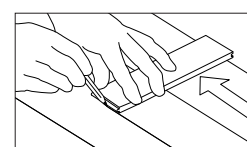

Figura 13
- Tabla de sacrificio:** Si la pared no está derecha, corte la primera tabla (Figura 13) según sea necesario para mantener alineamiento con el cordel entizado. Instale una tabla de sacrificio (con un borde recto) utilizando los sujetadores apropiados para la base. Si se usa una tabla para la hilera de comienzo, asegúrese de que la ranura quede dirigida hacia la pared.
- Cuñas:** Alinee la primera hilera con la pared usando las cuñas para mantener la expansión de 1/2" (13 mm) en posición y estabilizar el producto. Si la pared no está derecha, corte la primera tabla (Figura 13) según sea necesario para mantener alineamiento con el cordel entizado.